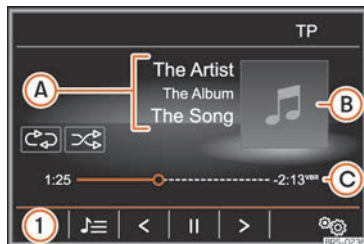

Fig. 210 Menu principale MEDIA
- Premere il tasto **RADIO** dell'infotainment per aprire il menu principale *MEDIA* » **fig. 210**.